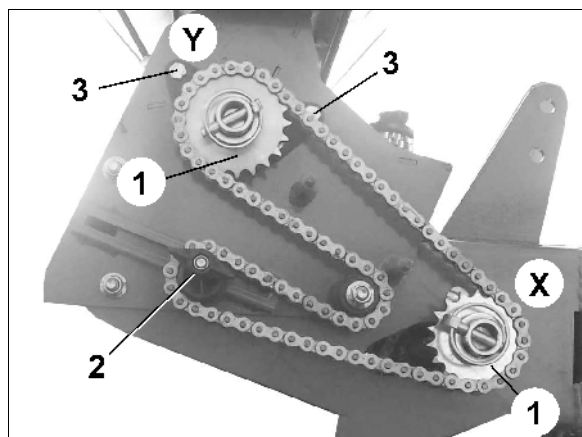

Fig. 20
3. Kettenspanner lösen (Fig. 20/2).
6. Schrauben Lager Dosierwelle (Fig. 20/3) nur antriebsseitig lösen.